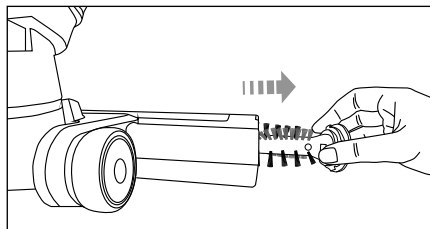

Fig. 8
- 3) Tirez le rouleau brosse ⑮ hors de la buse de sol ⑮ (fig. 8).